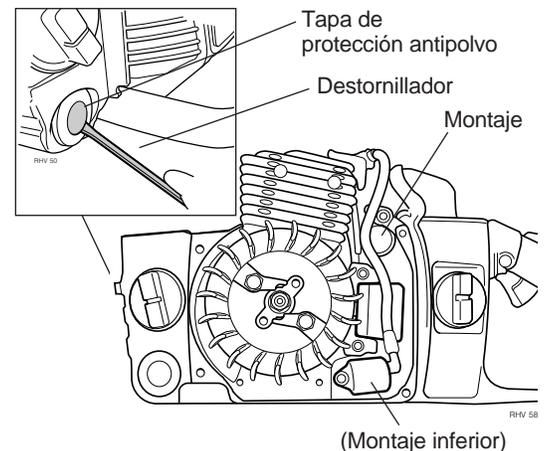

Figura 8.2
Paso 1. Use un destornillador para hacer palanca sobre las tapas antipolvo sobre los amortiguadores A-V. Afloje y extraiga todos los tornillos de montaje ó tornillos limitadores de los cinco amortiguadores A-V (seis para el Modelo 757 (figura 8.2)